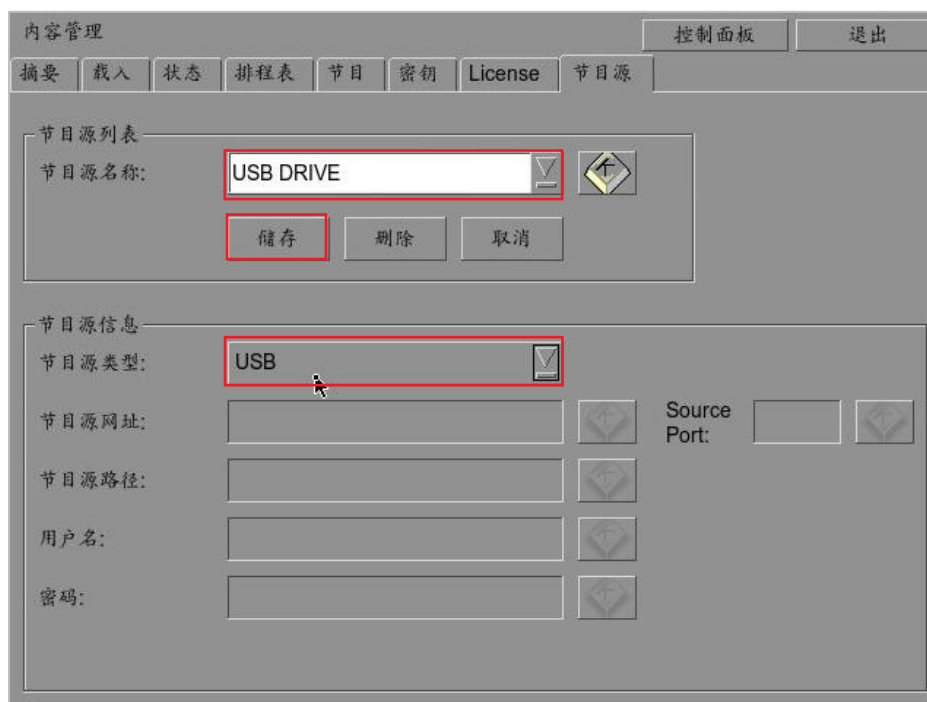

图 32 USB 导入源设置。
3. 点击[节目源]，然后点击[添加]即可打开节目源设置页面（参见图 32）。